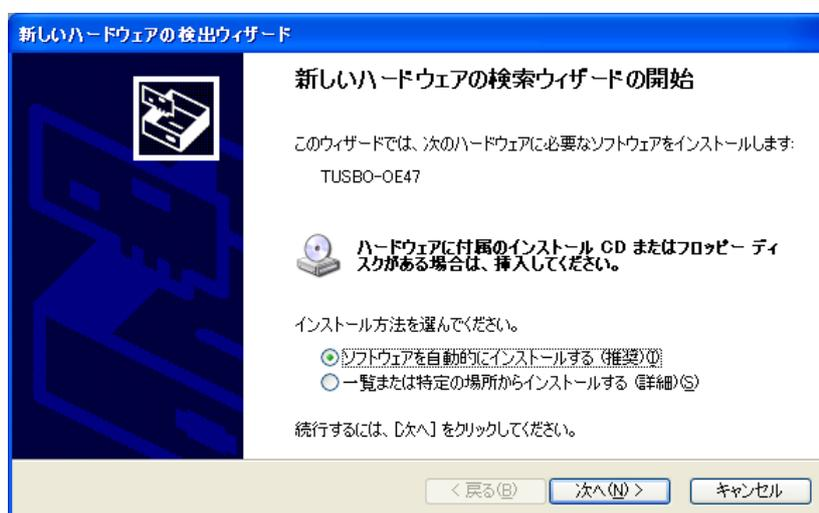

図 4-3 インストール画面
- 上記画面(図 4-3)で「ソフトウェアを自動的にインストールする (推奨)」を選択します。